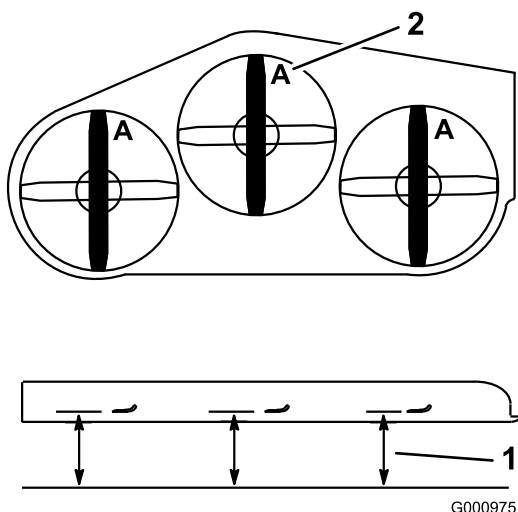

Figure 80
4. Mesurez la distance entre la surface plane et le tranchant (position **A**) des lames (Figure 80).